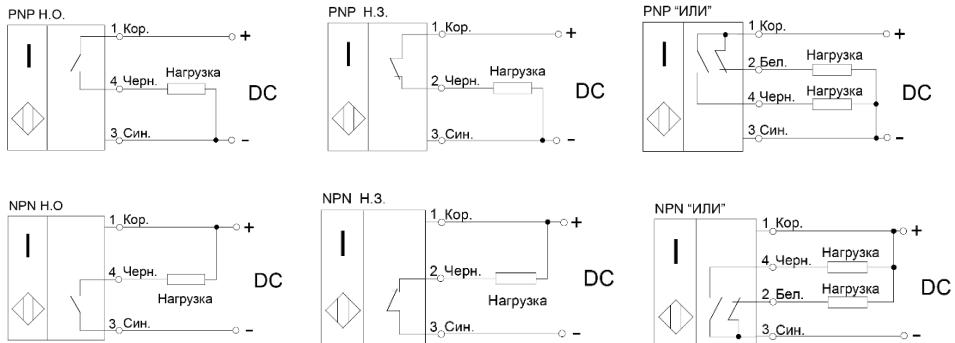

Рисунок 1 - Варианты схем подключения выключателей
3.3 Выключатели включаются в электрическую цепь по 3-х или 4-х проводной схеме (Рис.1). Соответствие выводов и схема подключения указаны в маркировке выключателя.